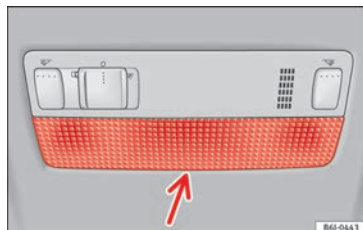

Fig. 117 Lampe de lecture avant.
- Introduisez la partie plate d'un tournevis fin entre la carcasse et le verre » fig. 117.